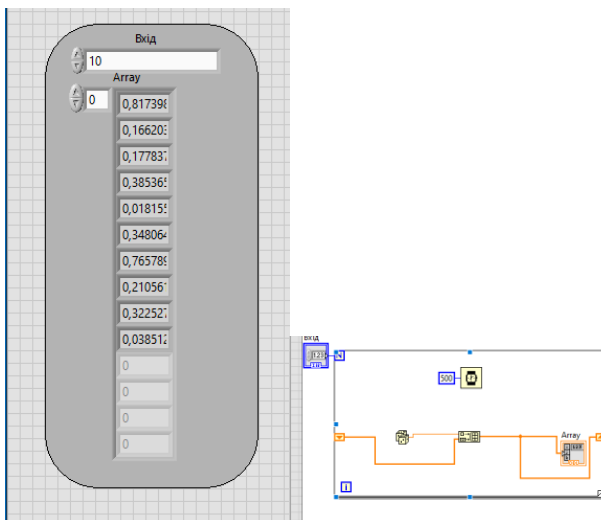

Рис.6.9. Результат налаштування блок-діаграми та фронтальної панелі
15. Додати головну затримку Wait (ms) з константою 500, на кнопку вхід поставити значення 10. Запустити програму. Результат на рис.6.9.